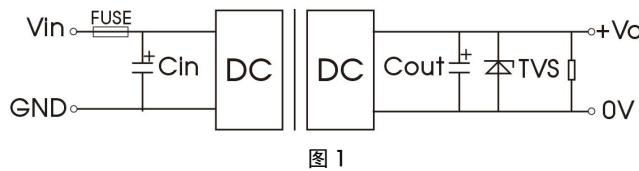

图 1
- (1)产品测试及应用时，请按照（图 1）推荐的测试电路进行；至少保障外接一个电解电容 C_{in} ($\geq 220\mu F$)，用于抑制输入端可能产生的浪涌电压。
- (2)如果产品输入端并联瞬变能量较大的电路（如并联电机驱动电路），或会导致产品输入电压被拉低，此时关注产品输入电压的波动，建议适当增大输入端电解电容 C_{in} 的容值，以保障输入端电压稳定，避免输入电压低于欠压保护点导致产品重复启动的情况。
- (3)如果产品输出端为感性负载时（如继电器、电机），建议在容性负载规格内增大输出电容 C_{out} 容值，并增加TVS管，用以滤除电压尖峰。
- (4)如需进一步减少输入输出纹波，可适当加大外接电容 C_{in} 、 C_{out} 容值或选用串联等效阻抗值小的外接电容，外接电容 C_{out} 容值不能大于产品的最大容性负载。